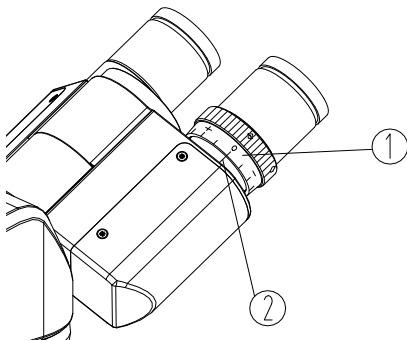

Figure 11
Utilisez l'oculaire droit avec l'œil droit et concentrez-le jusqu'à ce que l'image soit nette. Ensuite, utilisez l'oculaire gauche avec l'œil gauche ; si l'image n'est pas suffisamment claire, tournez l'anneau de réglage du dioptrique ① jusqu'à ce qu'elle soit nette (voir la figure 11).